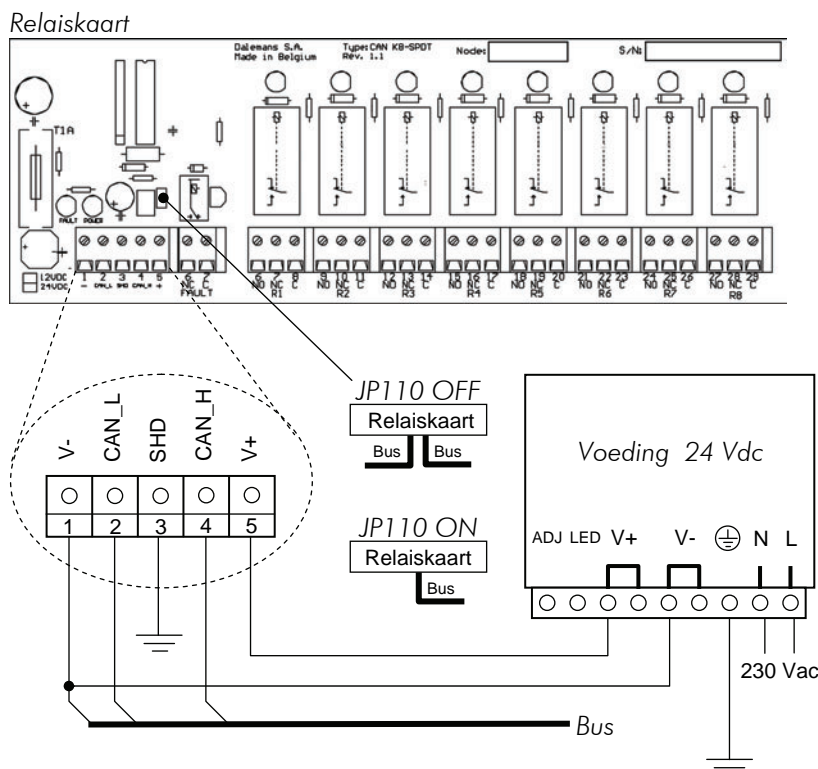

Fig. 38
- Verbind de voeding van de Relaiskaart (V+ en V-) met de bijkomende voeding (Fig. 38).